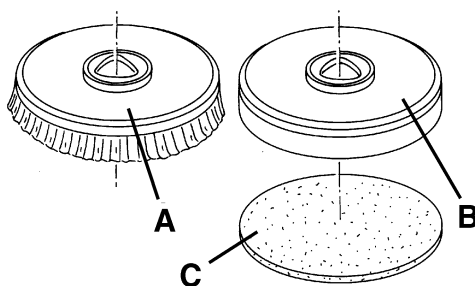

Figure 2
1. Sur la machine équipée de la tête spéciale, et les brosses (A, Fig. 2) et les plateaux support disque (B) avec disques (C) peuvent être installés, en fonction du traitement à effectuer sur le sol.
2. Introduire la clé de contact de la machine (80) et la tourner en position "I".
3. Porter au minimum le régulateur de vitesse (4), en le tournant dans le sens contraire aux aiguilles d'une montre.
4. Positionner les brosses (A) ou le plateaux support disque (B) sous la tête (18).
5. Baisser la tête sur les brosses / plateaux support disque en appuyant sur l'interrupteur (71).
6. Pour accrocher les brosses / plateaux support disque, appuyer sur le panneau de commande (3), puis le relâcher. Si besoin est, répéter la procédure jusqu'à l'accrochage des brosses / plateaux support disque.
*Tourner le régulateur de vitesse (4) dans le sens contraire aux aiguilles d'une montre pour ramener au minimum la vitesse de la machine.*
*Ne pas pousser à fond le panneau (3) sans quoi la machine se met en mouvement.*
7. Pour retirer les brosses / plateaux support disque, il est nécessaire de soulever la tête en appuyant sur l'interrupteur (71), puis appuyer sur l'interrupteur (75) et attendre que les brosses / plateaux support disque tombent au sol.